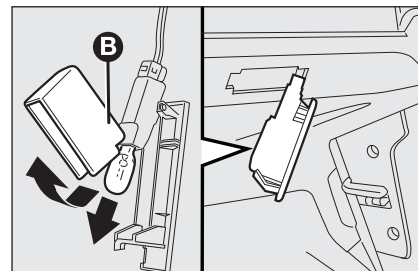

fig. 43
- ☐ abra la protección **B**-fig. 43 y sustituya la lámpara introducida a presión;